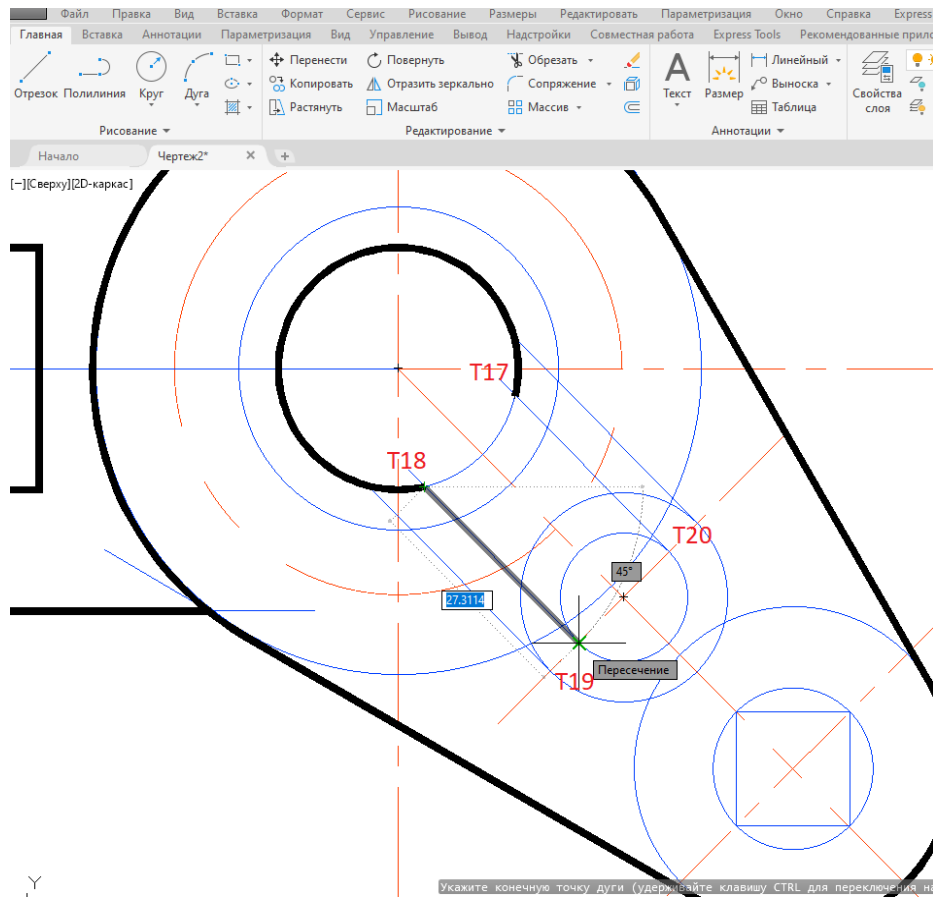

Рис. 2.19. Обводка элементов детали
17. Обведите внутренний контур детали (рис. 2.19, 2.20).
Второй внутренний контур обведите самостоятельно (рис. 2.19, 2.20).